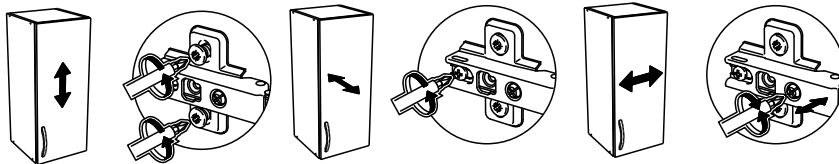

рис. 3
5. При необходимости произвести регулировку (рис. 3)